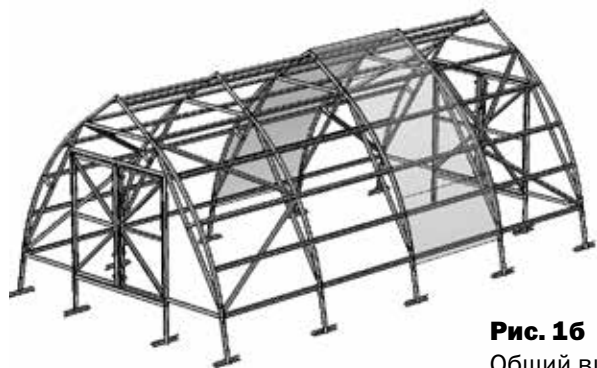

**Рис. 1**
- Общий вид каркаса представлен на **рис.1**. Каркас собирается из профильных нумерованных деталей. Средние полки профиля обращены к покрытию.
**Рис. 1а**
**Рис. 1б**